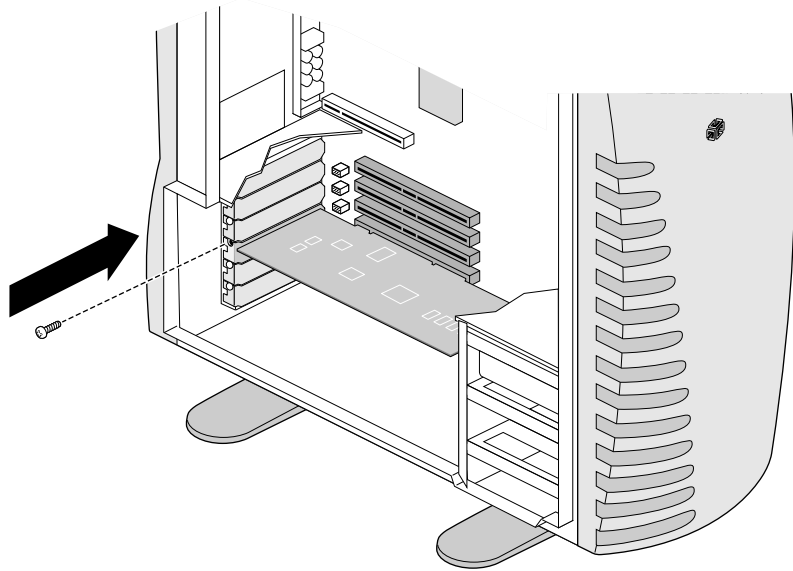

Abbildung 5-4 Einsetzen der Schraube für die PCI-Karte
13. Setzen Sie die Schraube ein, die Sie mit der E/A-Abdeckblende entfernt haben, und ziehen Sie diese an, bis die PCI-Karte sicher am Gehäuse befestigt ist. Siehe Abbildung 5-4.